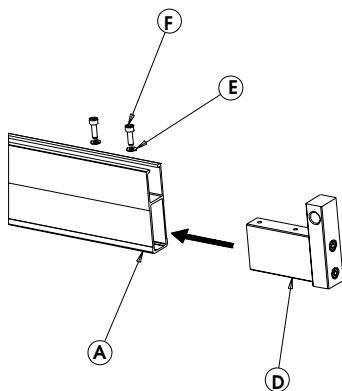

Fig.3
- 4) Inserire il particolare **D** ed avvitare le due viti **F** con le rispettive rondelle **E** come indicato in Fig.3.
- 4) Insert part **D** and screw the two screws **F** with their washers **E** as shown in Fig.3.
- 4) Introduire la pièce **D** et visser les deux vis **F** avec les rondelles correspondantes **E** et d'après la Fig.3.
- 5) Das Teil **D** einsetzen und die beiden Schrauben **F** mit den entsprechenden Unterlegscheiben **E** gemäß Abb. 3 festschrauben.